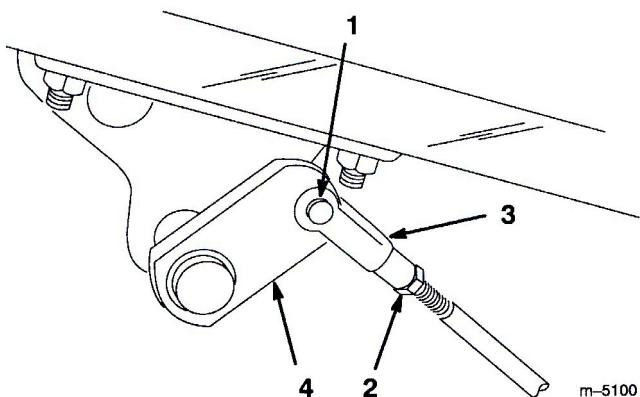

図 43
- ブレーキが片効きであれば、コッター・ピンとクレビス・ピンを外して、ブレーキロッドを外す(図43)。
3. ジャムナットをゆるめ、クレビスを調整する(図43)。
4. クレビスをブレーキ・シャフトに取り付ける(図43)。